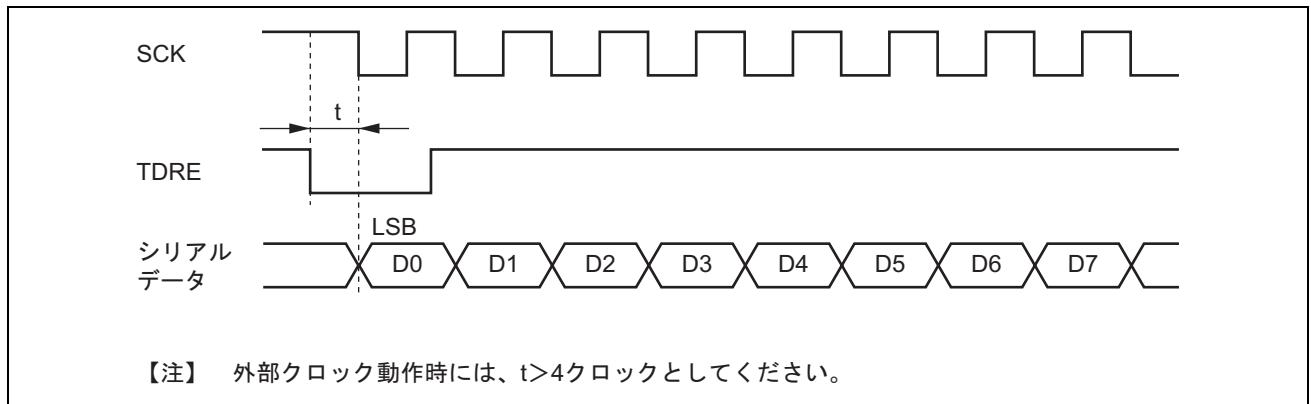

図 19.38 DTC によるクロック同期式送信時の例
- 同期クロックに外部クロックソースを使用する場合、DMACまたはDTCによるTDRの更新後、P φクロックで5クロック以上経過した後に送信クロックを入力してください。TDRの更新後4クロック以内に送信クロックを入力すると誤動作することがあります（図19.38参照）。